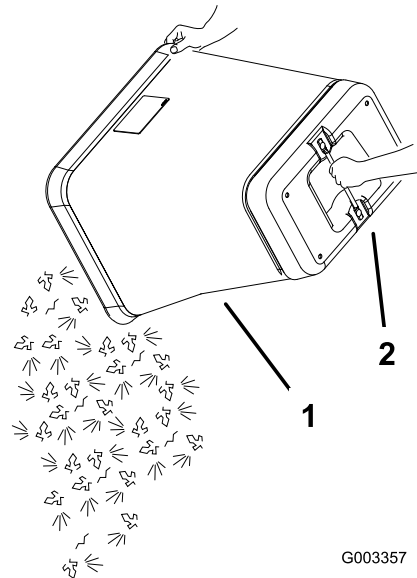

Figure 55
6. Saisissez la poignée située sous le bac et renversez ce dernier pour le vider (Figure 55).